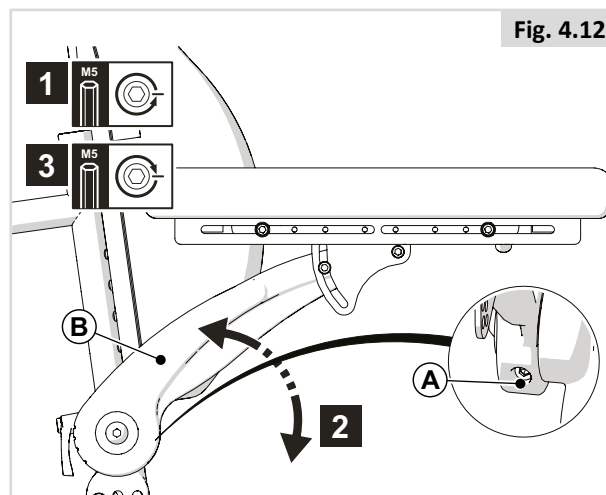

Fig. 4.12
TRINN 1 (Fig. 4.12)
For å få tilgang til den bakre skruen for den nedre armlenhøyden, skru opp skruene (A) slik vist i Fig. 4.12, og juster vinkelen på puten først.